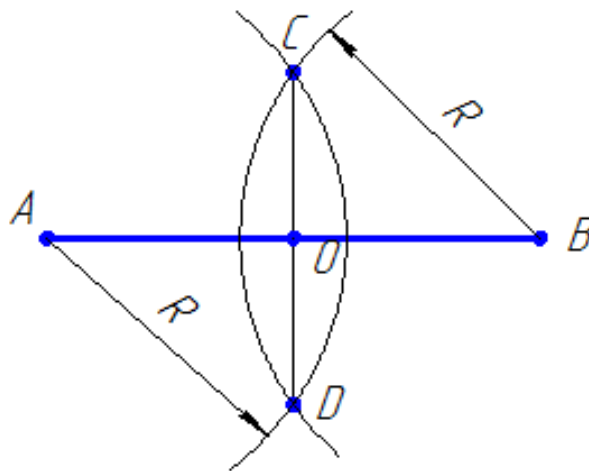

Рисунок 3.2 – Построение перпендикуляра к середине отрезка
*Построение перпендикуляра к середине отрезка (рисунок 3.2)*